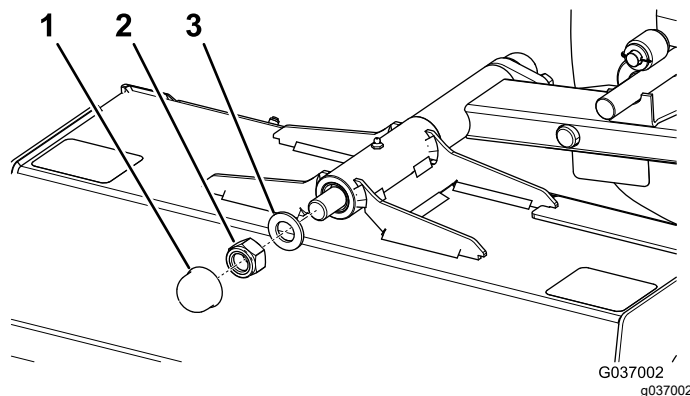

Figura 76
4. Retire a tampa e retire a porca (M24) e anilha do eixo articulado (Figura 76).
5. Instale a anilha e porca de bloqueio (M24) e aperte a porca de bloqueio (Figura 76).